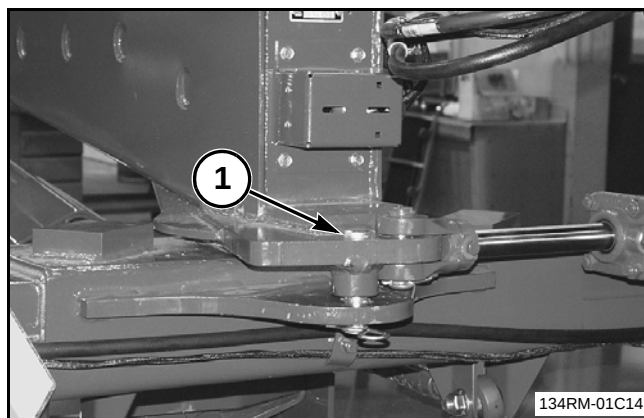

FIG. 158
FIG. 158: Ponga la lengüeta en posición de transporte. Instale el pasador de transporte temporal (1) en la parte trasera de la lengüeta. El pasador de transporte temporal se usará sólo hasta que el circuito hidráulico de giro se cargue por completo de aceite hidráulico. Para trabar el giro cuando la válvula de traba de transporte está conectada, el circuito de giro debe estar completamente cargado.